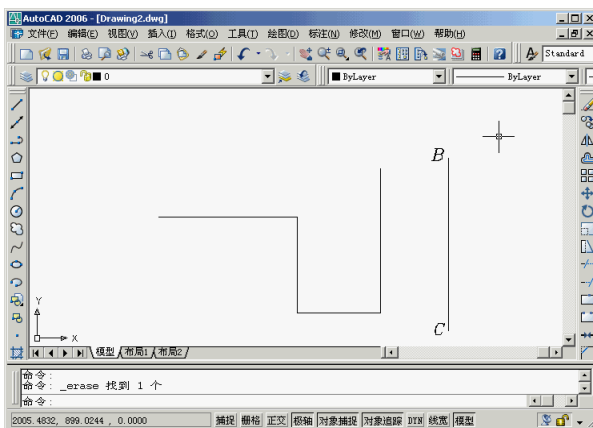

图1-3 画直线 BC
5. 按 **Enter** 键重复画线命令，画直线 BC，如图 1-3 所示。